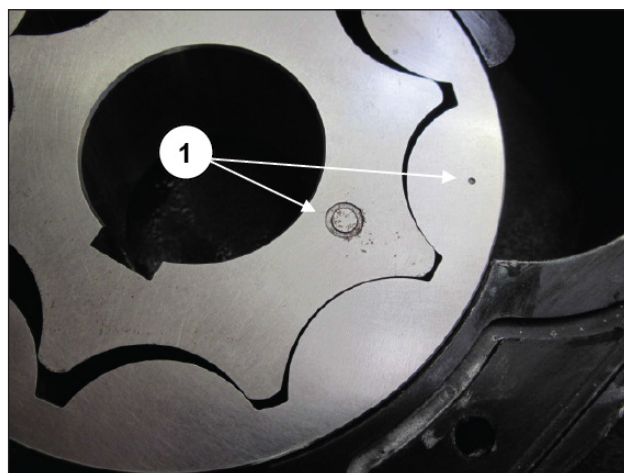

Fig. 152
Nell'assemblaggio dei rotori pompa olio orientare sullo stesso lato le marcature presenti sui due particolari come indicato nella Fig. 152 pos. ①.